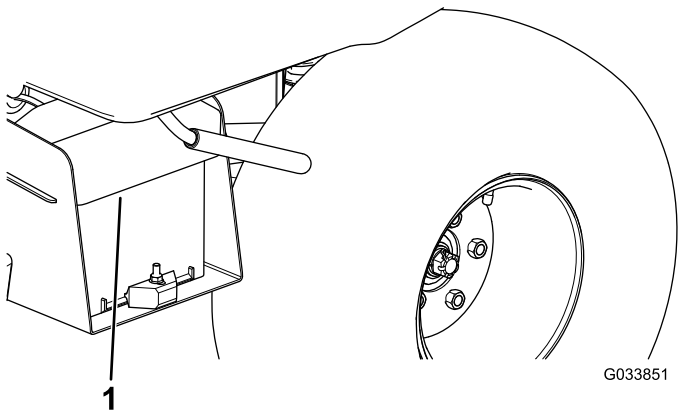

Figure 4
1. Appuyez sur le couvercle de la batterie pour dégager les pattes de la base de la batterie (Figure 4).
2. Enlevez le couvercle de la base de la batterie (Figure 4).
6. Alignez le couvercle de la batterie sur la base de la batterie (Figure 4).
7. Serrez le couvercle de la batterie, alignez les pattes sur la base de la batterie, et relâchez le couvercle de la batterie (Figure 4).